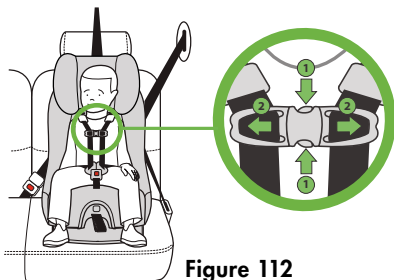

Figure 112
Dégagez l'attache de poitrine en pressant ensemble les languettes de déverrouillage (1) et en séparant la boucle de poitrine (2), tel qu'illustré dans la **Figure 112**.